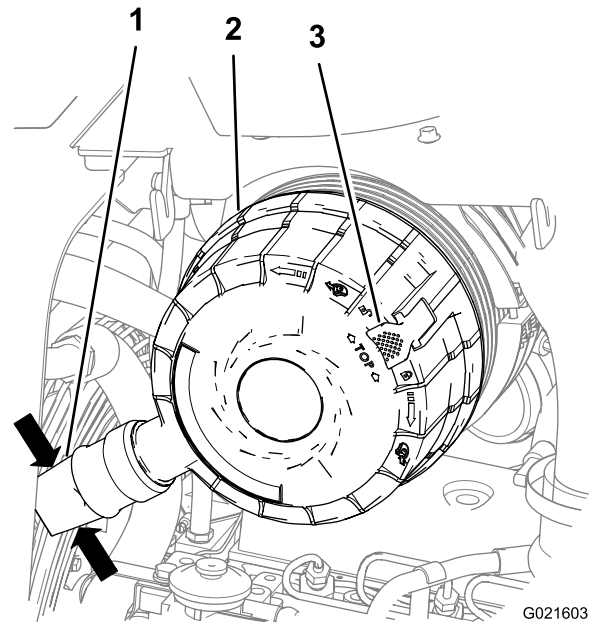

Figura 47
Apriete los lados de la válvula de polvo para liberar cualquier resto de agua, polvo o suciedad acumulados en la válvula (Figura 47).
2. Tire hacia fuera del enganche para la tapa del limpiador de aire (Figura 47).
3. Gire la tapa del limpiador en el sentido de las agujas del reloj de modo que el tapón guardapolvo se sitúe a las 8 en punto (Figura 47).
4. Empuje hacia dentro el enganche para la tapa del limpiador de aire hasta que la tapa esté totalmente asentada (Figura 47).